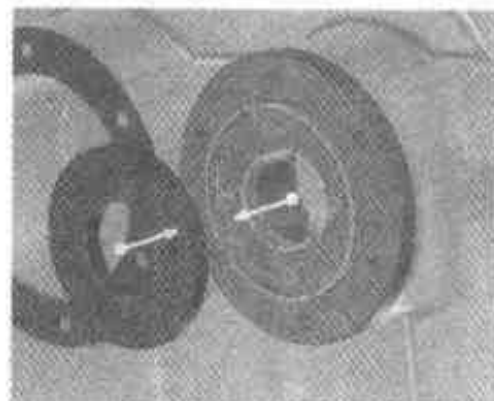

图 3.171 选择装配位置
- (7) 在零件状态下选择密封盖，选择如图 3.171 所示位置的无约束装配。